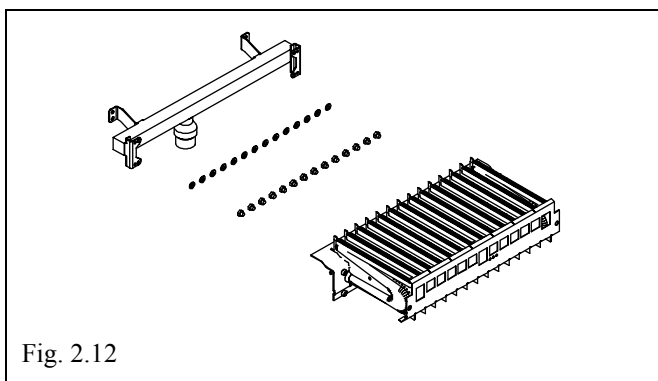

Fig. 2.12
- utilizzando una chiave a tubo o a forchetta, rimuovere gli ugelli e le ranelle e sostituirli con quelli presenti nel kit (FIG. 2.12).